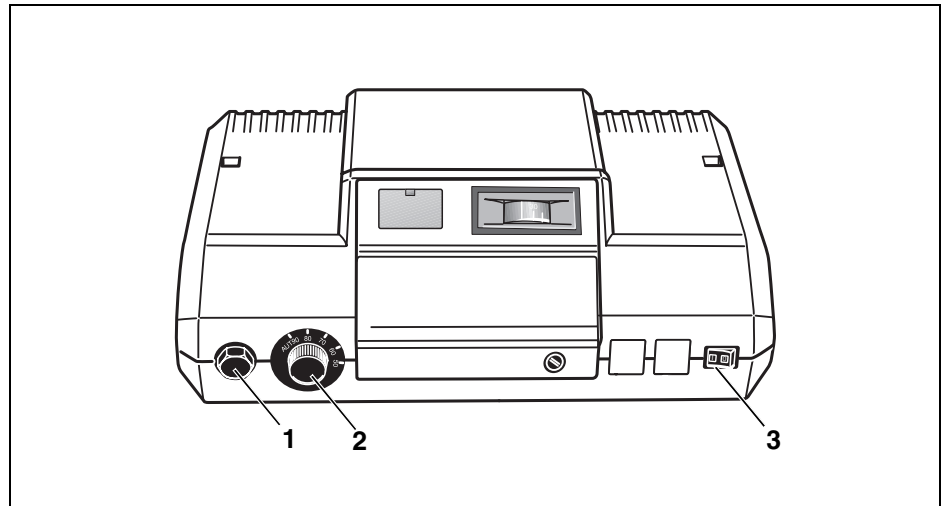

Abb. 2 Benötigte Tasten für die Inbetriebnahme
Stellen Sie den Betriebsschalter auf „I“ (Ein) (Abb. 2, **Pos. 3**).
- Drehen Sie den Kesselwassertemperaturregler (Abb. 2, **Pos. 2**) auf die gewünschte Temperatur. Einen Anhaltspunkt finden Sie in nachstehender Tabelle. Passen Sie diese Werte den örtlichen Verhältnissen an.
- Reglerknopf am Kesselwassertemperaturregler (Abb. 2, **Pos. 2**) abziehen.
- Zur Entriegelung des Sicherheitstemperaturbegrenzers die Hutmutter am STB (Abb. 2, **Pos. 1**) abdrehen und den darunter liegenden Entstörknopf drücken.
Stellung „0“ am Betriebschalter (Abb. 2, **Pos. 3**) wählen.
- Zur Entriegelung des Sicherheitstemperaturbegrenzers die Hutmutter am STB (Abb. 2, **Pos. 1**, Seite 5) abdrehen und den darunter liegenden Entstörknopf drücken.